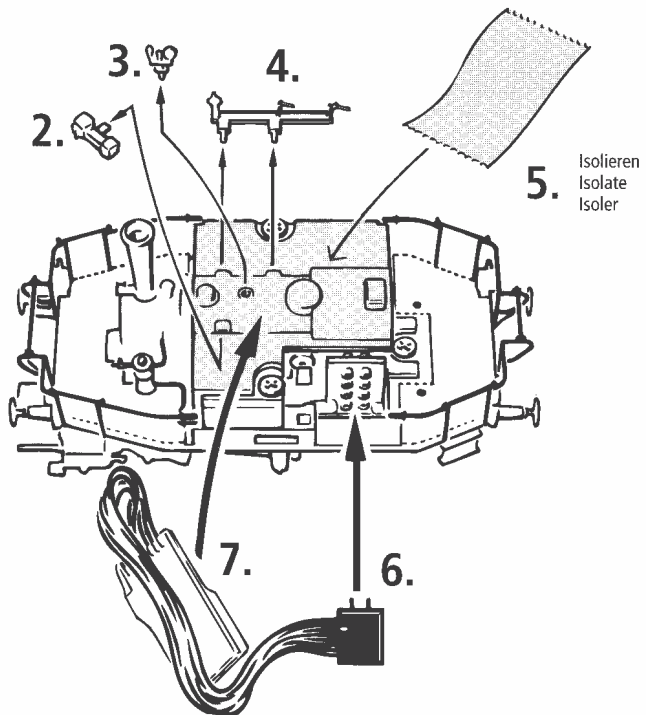

Fig. 7
3. Kohlebürstenwechsel: Lokgehäuse abnehmen (Fig. 3). Danach wird der **Motor ausgebaut** und die **Kohlebürsten ausgewechselt** (Fig. 7).
3. Carbon Brush Changing: First remove loco-body (fig. 3), and then the motor (fig. 7).
3. Remplacement des balais du moteur: Démontez la caisse du locomotive (voir fig. 3). Sortez ensuite le moteur de son longement (voir fig. 7) et échangez finalement le balais.